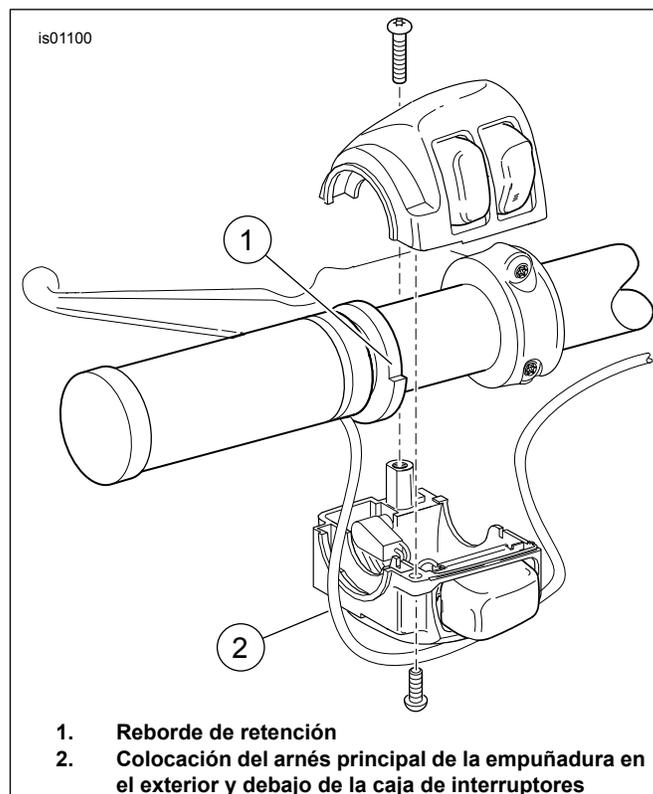

Figura 1. Empuñaduras con calefacción (lado izquierdo)
9. Ver Figura 1. Coloque la empuñadura del lado izquierdo en el manillar, para que el reborde de retención (1) pueda instalarse en forma segura en la caja inferior de interruptores (2).